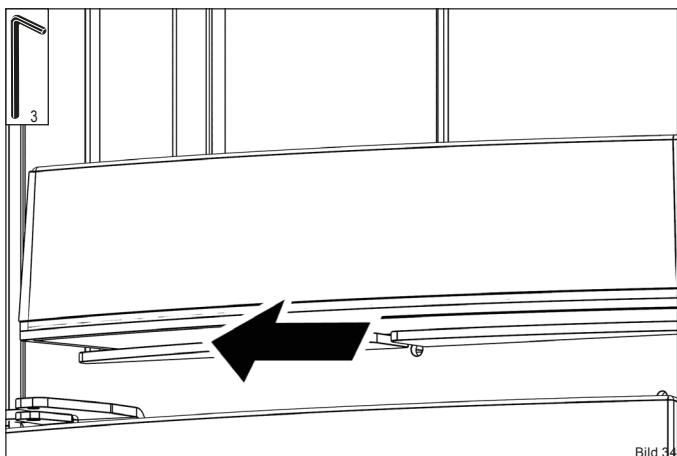

Bild 34
- ▶ Lösen Sie die den Gewindestift (Bild 34)